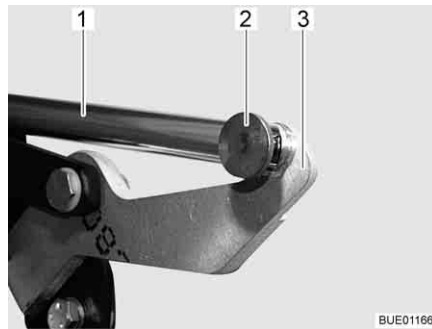

Bild 129 Drivning
- Ta bort förbindelsen (t. ex. sprinten och stiftet) (Bild 129,2) mellan skjutstången (Bild 129,1) och armen (Bild 129,3).